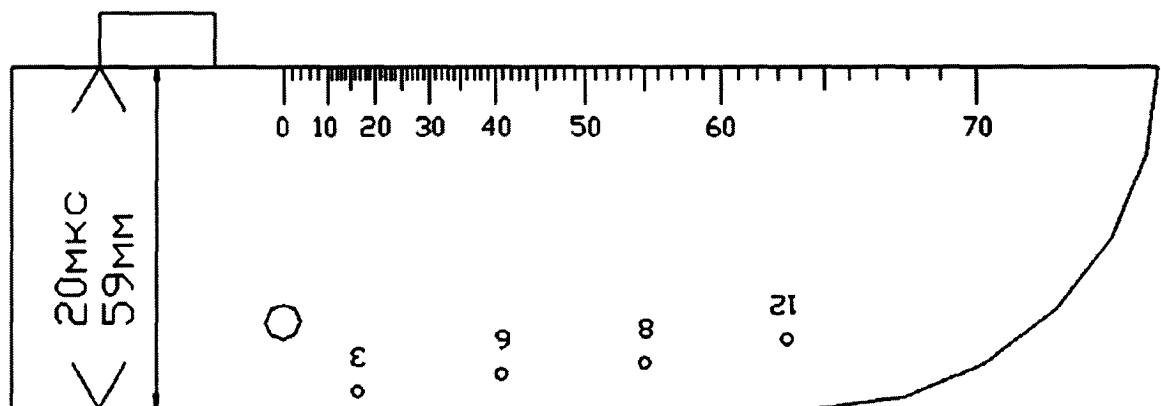

Рисунок 16 Положение РС ПЭП П112-2,5 на мере
8.11.4 Расположить ПЭП на смоченной контактной жидкостью поверхности меры №3Р из комплекта ККО-3 таким образом, чтобы прозвучивался бездефектный участок меры (рисунок 16). Вращая ручку левого энкодера, установить вершину первого донного эхосигнала на половину высоты экрана. Вращая ручку правого энкодера, установить курсор в информационное окно меню со значением 2Тп, нажатием на ручку энкодера активизировать информационное окно меню со значением 2Тп и занести значение 2Тп в выделенные для него знакоместа окна. Ввод осуществляется вращением ручки энкодера на правой стороне электронного блока до тех пор, пока показания глубины залегания Н отражателя, индицируемые на экране дефектоскопа, не станут равными значению высоты образца, указанному в паспорте на меру №3Р из комплекта ККО-3.